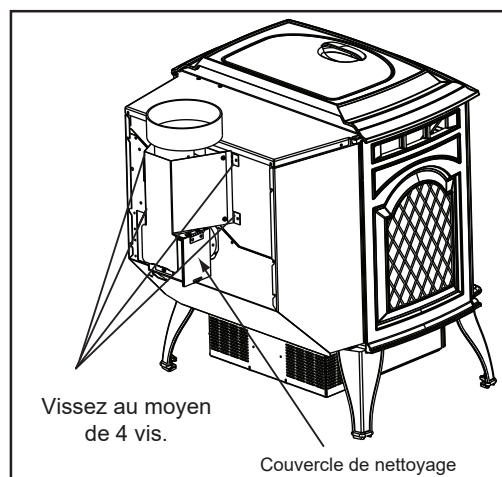

Figure 21.2
5. Percez 2 trous au moyen de la mèche n° 26 à travers la sortie d'air arrière, en vous guidant sur les 2 trous déjà percés dans le court tuyau horizontal de l'adaptateur supérieur de ventilation. Installez les 4 vis. **Figure 21.2.**